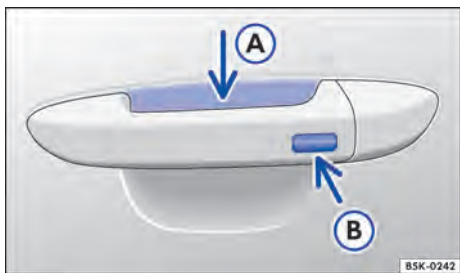

Fig. 51 Keyless Access: superfícies do sensor.
- Tocar o sensor → Fig. 51 (A) na parte interna da maçaneta da porta do condutor ou da porta do passageiro dianteiro.
- Tocar na superfície do sensor → Fig. 51 (B) na parte externa da maçaneta da porta do condutor ou da porta do passageiro dianteiro *uma vez*.
- Além disto, dentro de 5 segundos, tocar uma vez no sensor na parte externa da maçaneta da porta → Fig. 51 (B).
Para a **abertura de conforto** de todos os vidros elétricos empunhar a maçaneta da porta e manter pressionados, ao mesmo tempo, o sensor da parte interna da maçaneta → Fig. 51 (A) e a superfície do sensor (B).
Para o **fechamento de conforto** de todos os vidros elétricos manter um dedo durante alguns segundos sobre a superfície do sensor → Fig. 51 (B) no lado externo da maçaneta da porta do condutor ou do passageiro dianteiro.
Um forte jato de água ou de vapor pode ativar as superfícies dos sensores nas maçanetas se, ao mesmo tempo, uma chave do veículo válida estiver na área de aproximação. Se no mínimo um vidro estiver aberto e a superfície do sensor → Fig. 51  em uma maçaneta da porta for ativada permanentemente, todos os vidros serão fechados. Se o jato de água ou de vapor se afastar brevemente da superfície do sensor → Fig. 51  de uma maçaneta da porta e voltar a ser direcionado para ela, possivelmente todos os vidros se abrirão.